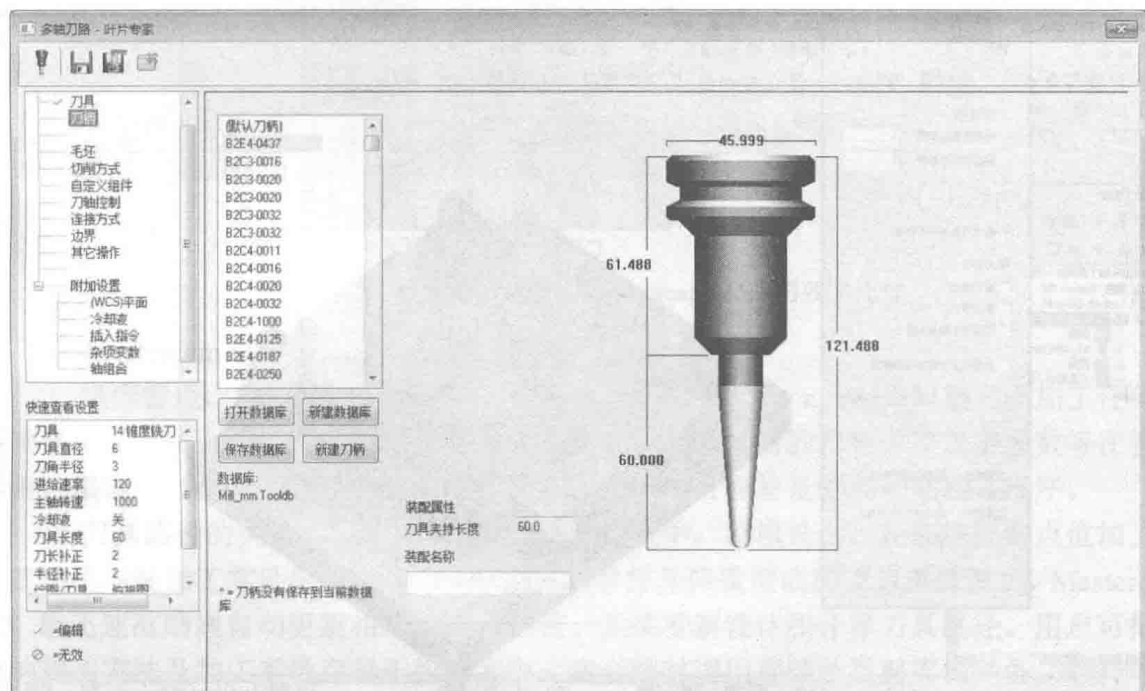

图 1-7 曲面高速加工参数选项
- ⑤ 昆式曲面改为更方便的“网状曲面”。
- ⑥ 增加“面与面倒圆”这一实验项目。
- ⑦ 直接读取其他 CAD 文档, 包含 DXF、DWG、IGES、VDA、SAT、Parasolid、SolidEdge、SolidWorks 及 STEP 文件。
- ⑧ 增加机器定义及控制定义, 明确规划 CNC 机器的功能。
- ⑨ 外形铣削形式除了 2D、2D 倒角、螺旋式渐降斜插及残料加工外, 新增“毛头”的设置。
- ⑩ 外形铣削、挖槽及全圆铣削增加“贯穿”的设定。
- ⑪ 增强交线清角功能, 增加“平行路径”的设定。
- ⑫ 将曲面投影精加工中的两区曲线熔接独立成“熔接加工”。
- ⑬ 改用更人性化的路径模拟界面, 可以更精确地观看及检查刀具路径。
- ① 曲面高速加工参数选项, 如图 1-7 所示。